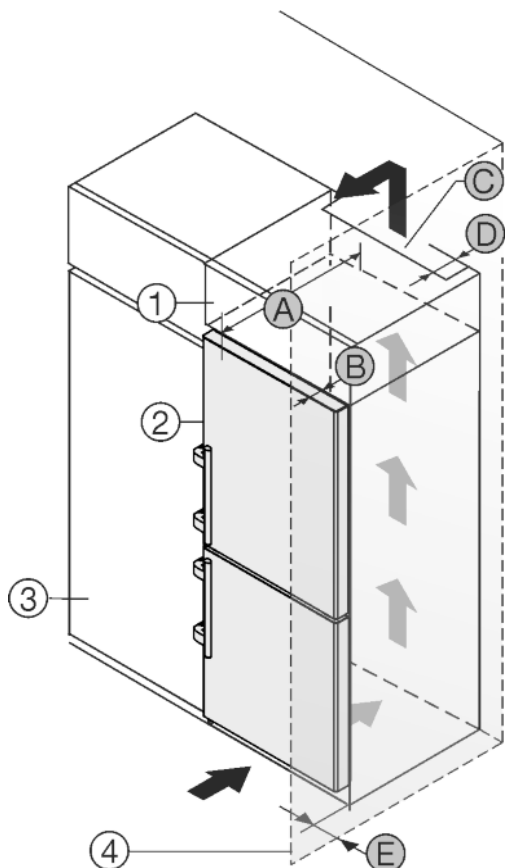

Fig. 47
Zariadenie môže byť zabudované medzi kuchynskými skriňami. Aby sa zariadenie Fig. 47 (2) prispôbilo výške kuchynskej linky, môže sa nad zariadením umiestniť nastavná skrinka Fig. 47 (1).
Zariadenie môže byť zabudované priamo vedľa kuchynskej skrine Fig. 47 (3). Pre úplné otvorenie dverí musí zariadenie vyčnievať o hĺbku Fig. 47 (B) prednej časti kuchynskej skrine. V závislosti od hĺbky kuchynských skrií a použitia dištančných držiakov na stenu môže zariadenie prečnievať ešte viac.
- Na zadnej strane nastavnej skrine musí byť vetracia šachta s hĺbkou Fig. 47 (D) cez celú šírku nastavnej skrine.
- Pod stropom miestnosti sa musí dodržať prierez vetracieho otvoru Fig. 47 (C).
Ak je zariadenie umiestnené so závesmi vedľa steny Fig. 47 (4), musí sa medzi zariadením a stenou dodržať vzdialenosť Fig. 47 (E). To zodpovedá presahu držadla pri otvorených dverách.